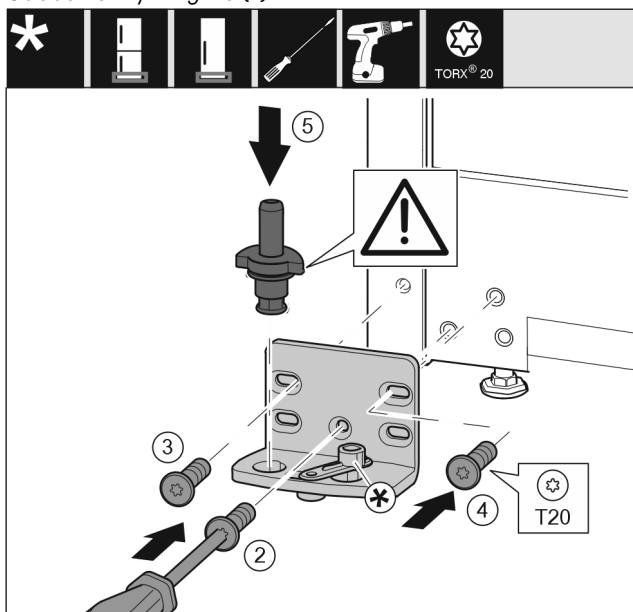

Fig. 17
- ▶ Ložiskovú konzolu nasadíte na druhú stranu a priskrutkujete ju pomocou skrutkovača T20. Začnite skrutkou 2 dole v strede. *Fig. 17 (2)*
- ▶ Pevne zaskrutkujte skrutku 3 a 4. *Fig. 17 (3,4)*
- ▶ Ložiskový čap úplne nasadíte. Dbajte pritom na to, aby zaisťovací doraz ukazoval smerom dozadu. *Fig. 17 (5)*